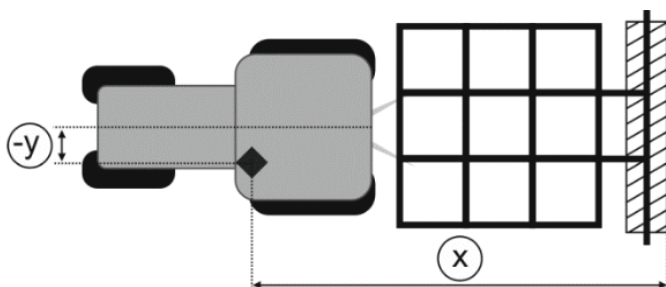

Рисунок 1.11 – Схема агрегата
6. Произвести конфигурацию всех параметров в списке. Важными параметрами являются рабочая ширина, количество секций, ширина секций, тип машины, GPS-приемник влево / вправо  и GPS-приемник вперед / назад (от рабочей точки)  (рисунок 1.11).